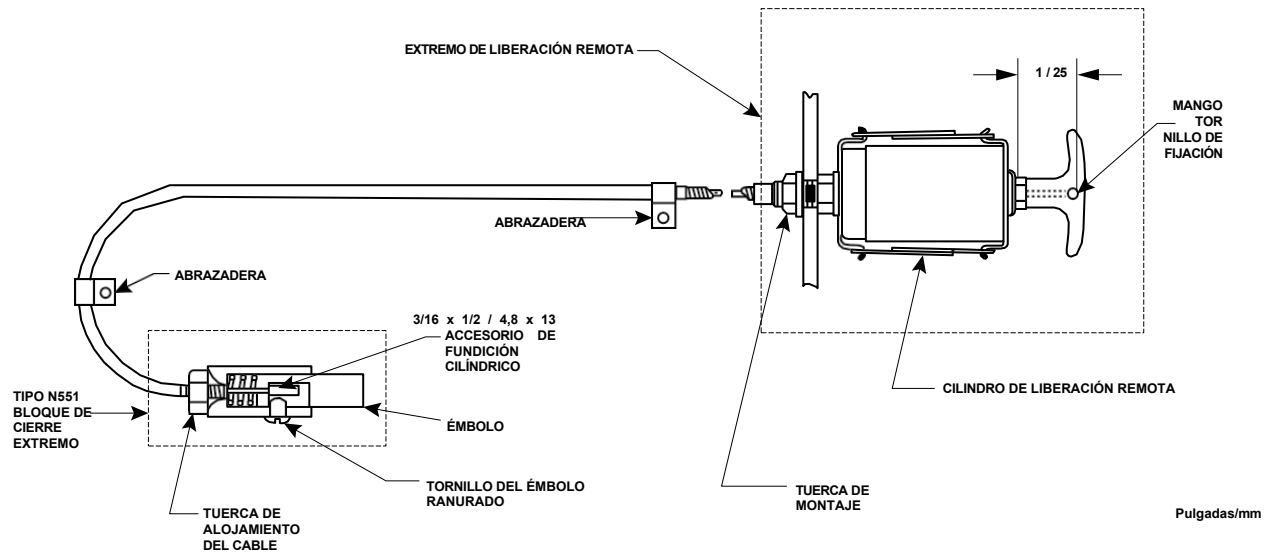

Figura 3. Esquema de instalación del disparador por cable tipo P164B
2. Si es necesario cortar el cable para acortarlo, tire aproximadamente un pie del cable interno del extremo del cable del bloque de cierre tipo N551 (extremo con el accesorio cilíndrico fundido de 3/16 x 1/2 pulgadas / 4,8 x 13 mm de largo, véase la figura 3) de la carcasa.
5. Afloje el tornillo ranurado, Figura 3, del bloque de cierre de la válvula tipo N551 hasta que se pueda extraer el émbolo del bloque de cierre.